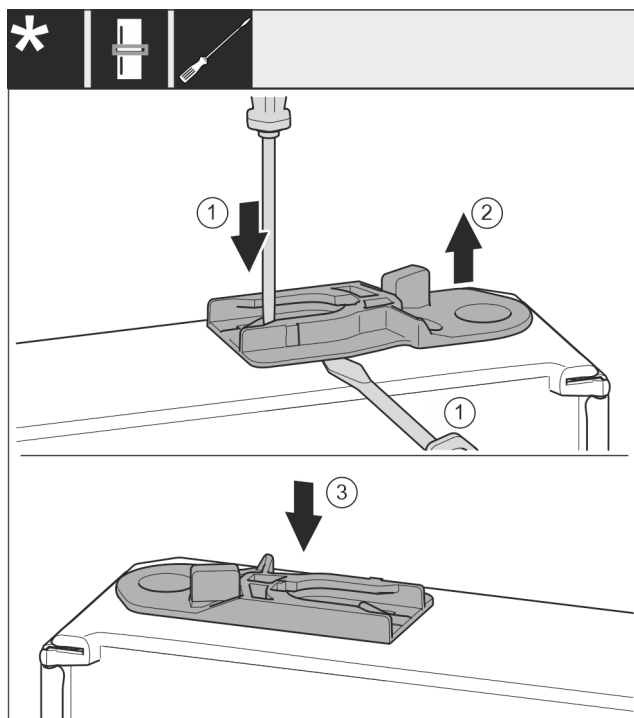

Fig. 38 \*
- ▶ Træk styrebøsningen ud: Tryk lasken ind med kærveskrue-trækkeren, og før samtidig skrue-trækkeren ind under styrebøsningen. Fig. 38 (1, 2)\*
- ▶ Skub den medfølgende styrebøsning ind i den anden side af huset. Fig. 38 (3)\*